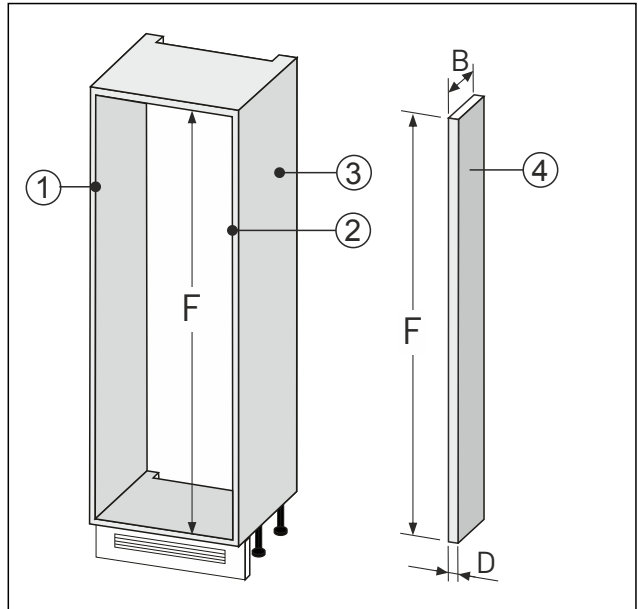

Fig. 92
- Підготувати рівняльник стіни Fig. 92 (4) за вказаними вище розмірами.